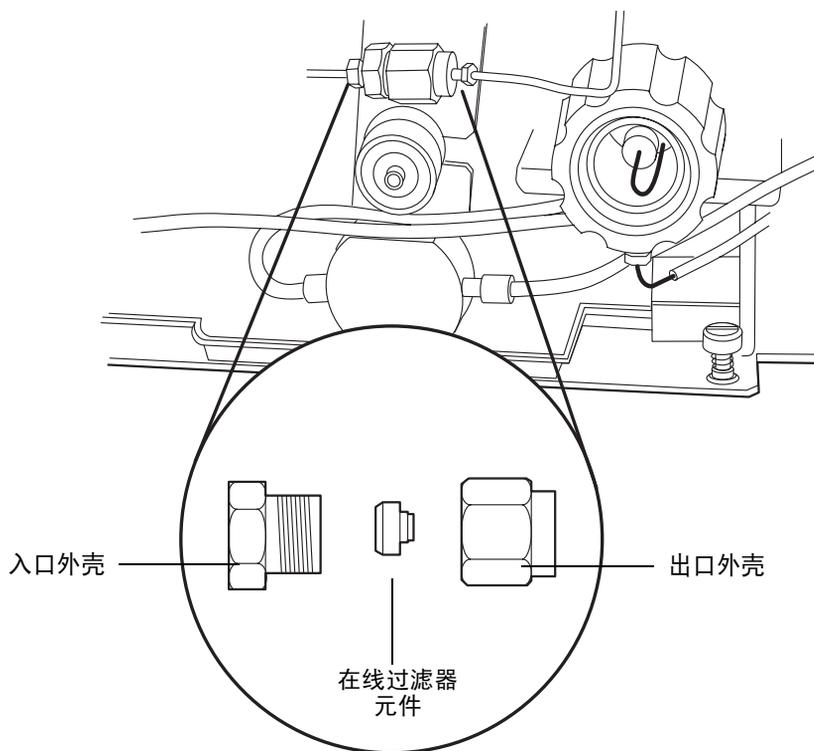

图 7-7 更换在线过滤器
1. 使用 5/8 英寸扳手和 5/16 英寸扳手将在线过滤器左侧面上的压力螺丝从入口外壳上拆下（图 7-7）。使用吸收棉吸收可能渗漏的少量溶剂。
2. 使用 5/8 英寸扳手夹住过滤器出口外壳，同时使用另一个 5/8 英寸扳手松开入口外壳（图 7-7）。
5. 将在线过滤器更换元件插入在线过滤器外壳（如图 7-7 所示）。